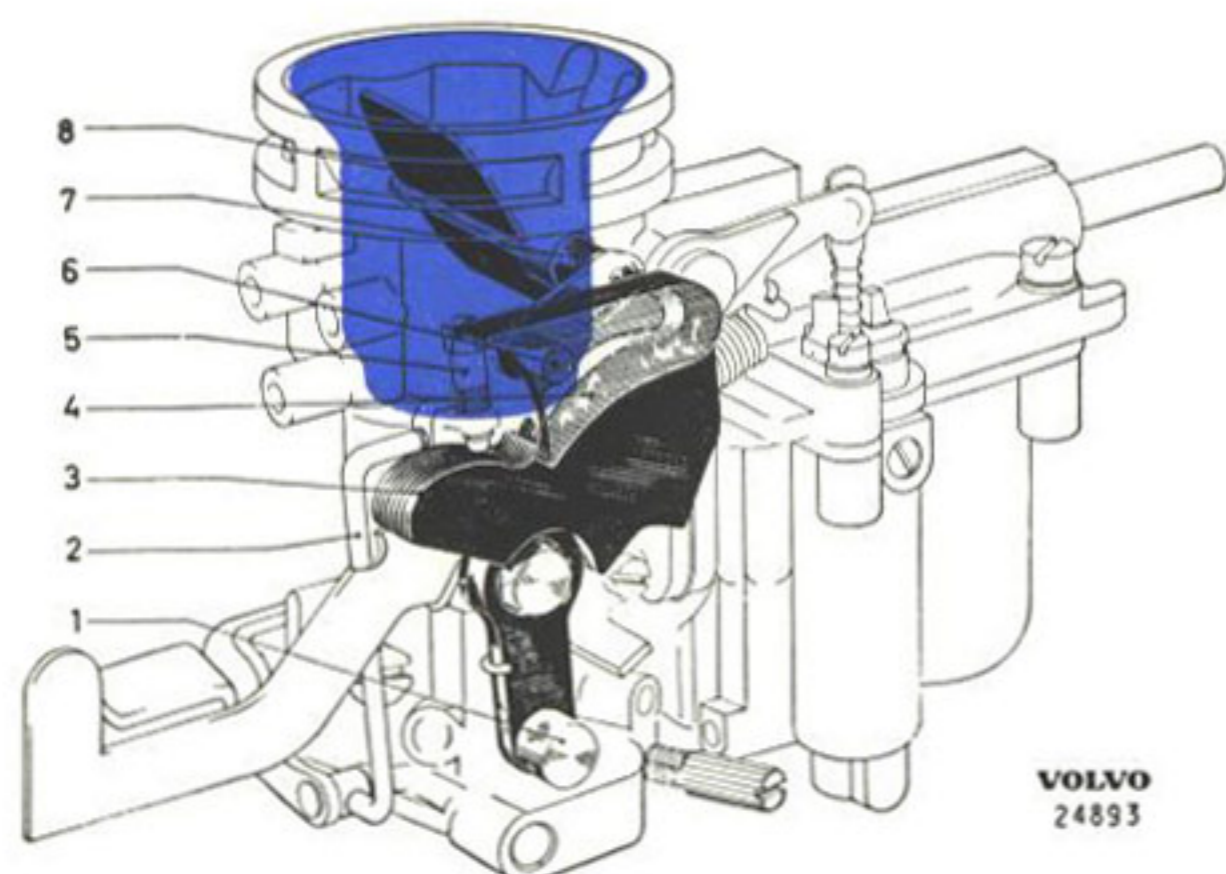

Bild 10. Chokeanordning med snabbtomgång.
manövreras från instrumentbrädan med ett reglage. Då reglaget vid start drages ut röres den kamformade hävarmen (4, bild 10). Därvid påverkas chokespjället (8) av fjädern (7) på spjällaxeln så att det stängs varigenom kraftigare vakuum och därmed större bränslegenomströmning erhålles. När motorn startat och vakuomet ökar kan luftspjället dock öppna sig i viss mån, emedan stängningskraften erhålles av fjädern på spjällaxeln. Därigenom undviks för fet bränsleluftblandning, vid helt eller nästan helt utdraget reglage. Då chokereglaget skjutes in tvingas spjället att öppna sig helt, emedan spjällhävarmens medbringarpinne (6) löper i ett spår på den kamformade hävarmen.